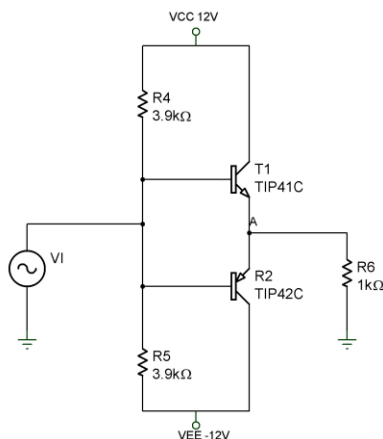
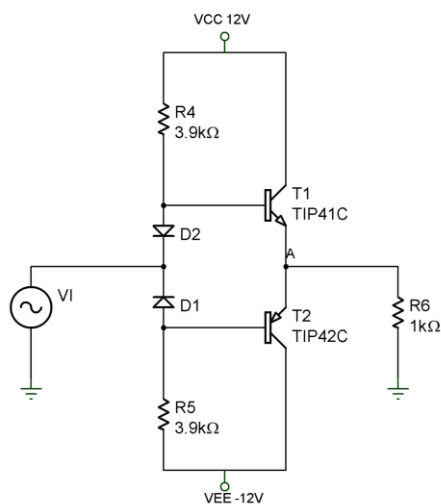

Figura 11.2
Figura 11.3
3. Realizar la simulación del circuito de la Figura 11.2, 11.3 y 11.4.
1. Arme el circuito de la figura 11.2
- Sustituya, en el circuito de la Figura 11.2, la resistencia $R_6 = 1\text{k}\Omega$ por una resistencia $R_3 = 10\text{k}\Omega$ y repita el paso anterior
- Haga los siguientes cambios de la Figura 11.2 como se muestra en la Figura 11.3. Ajuste V_i con una señal senoidal de 8V_{pp} a una frecuencia de 1kHz .